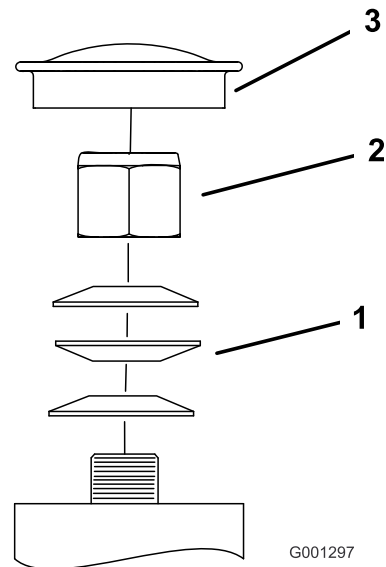

Figura 61
3. Retire el tapón guardapolvo de la rueda giratoria y apriete la contratuerca (Figura 61).
4. Apriete la contratuerca hasta que las arandelas de muelle estén planas, luego afloje $\frac{1}{4}$ de vuelta para establecer la pre-carga correcta de los cojinetes (Figura 61).
Importante: Asegúrese de que las arandelas de muelle están correctamente instaladas, según se muestra en Figura 61.
5. Coloque el tapón anti-polvo (Figura 61).